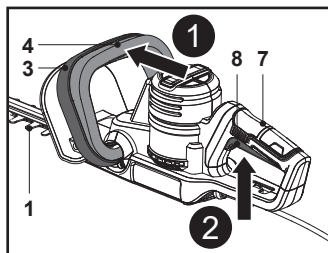

Fig. 5
1. Asigură-te că dispozitivul de tăiere (lama) (1) nu atinge obiecte. Scoate protecția (12) de pe dispozitivul de tăiere (lamă) (1) înainte de a porni produsul.
2. Ține produsul cu o mână pe mânerul frontal (3) și cu cealaltă mână pe mânerul posterior (7).
3. Apasă comutatorul de siguranță (4) și ține-l în poziție (Fig. 5, pasul 1).
4. Apasă comutatorul de pornire/oprire (8) pentru a porni produsul (Fig. 5, pasul 2).
5. Eliberează comutatorul de pornire/oprire (8) sau comutatorul de siguranță (4) pentru a opri produsul.